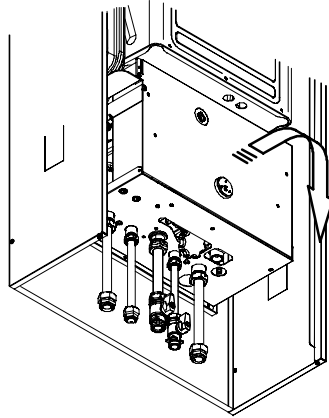

fig. 9.2
- 2 Ribattere in avanti il pannello comandi fig. 9.2